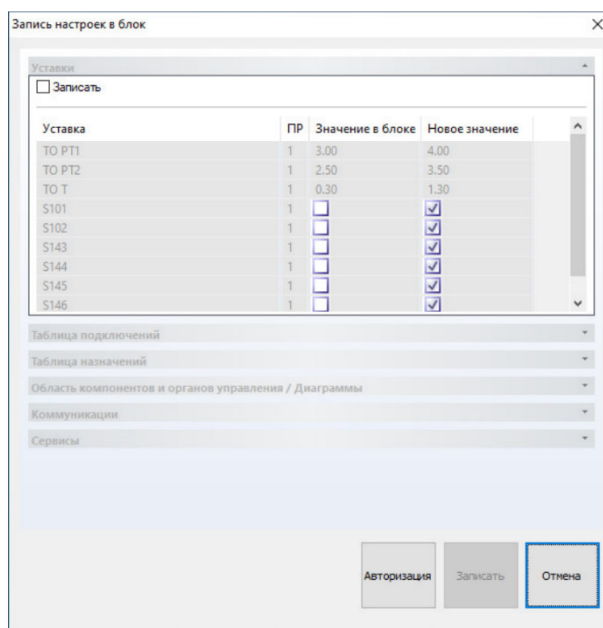

Рисунок 45
4.12.5.2.1 При записи в блок с поддержкой функций информационной безопасности динамических данных (например, уставок) в окне записи настроек есть кнопка «Авторизация» (рисунок 45).